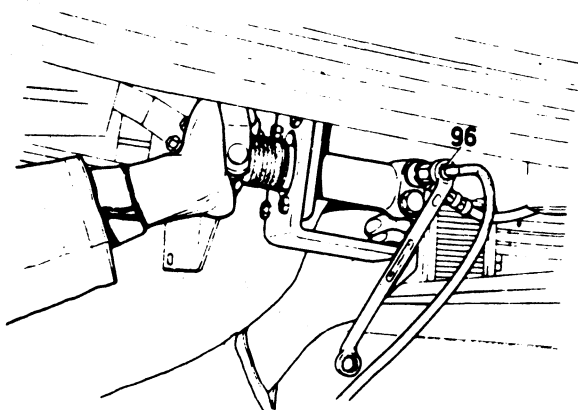

Fig. 10
5. Sluit de kraan van het ontluchttingsapparaat en laat het koppelingspedaal in de ruststand. Draai nu de ontluchttingsnippel (96) goed open en druk de zuiger (94) van de hulpcilinder (92) in (fig. 10). Doe dit met een zodanige snelheid, dat de lucht de tijd heeft om via de ontluchttingsnippel te ontwijken; de vloeistof in het vloeistofreservoir (1) stijgt dus niet. Sluit aan het einde van de slag de ontluchttingsnippel.